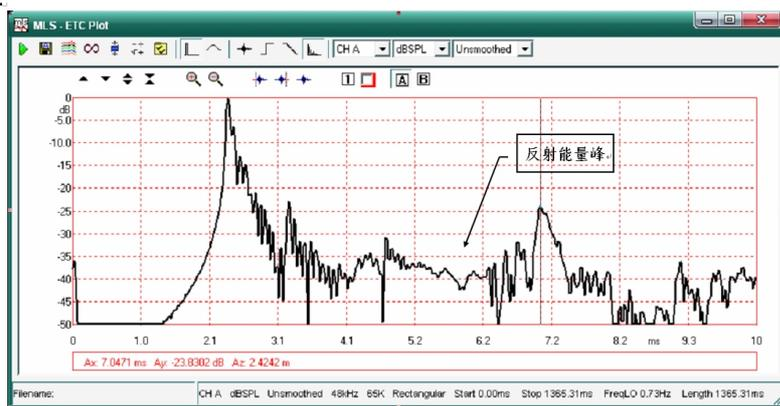
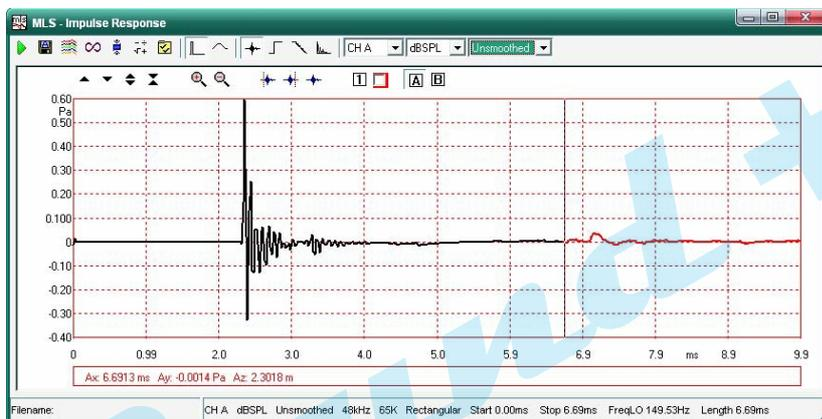

图9-15
图9-16
5) 点时间能量曲线图标获得图9-15 的时间能量曲线，从图上可知在7 毫秒时来自地板的反射非常的明显需要进行剔除。如图9-16 将6.69 毫秒以后的时域进行剔除。
6) 脉冲响应的有效窗口点击图标为反白状，时域窗口将出现A 光标,用鼠标拖到要剔除的脉冲响应起点,点图标此时被剔除的时域反红色如图9-16。